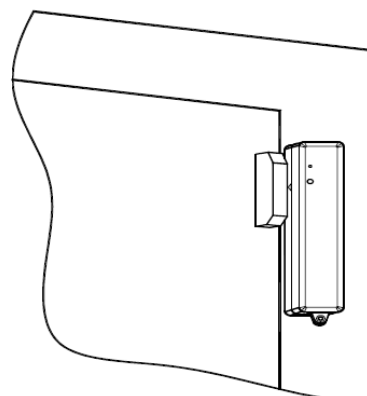

Fig.5
1. Il est recommandé de fixer l'émetteur à la partie fixe et l'aimant à la partie mobile des portes et fenêtres. Référez-vous à la figure 5 et assurez-vous que l'espace entre l'aimant et le côté marqué de l'émetteur soit inférieur à 1 centimètre.